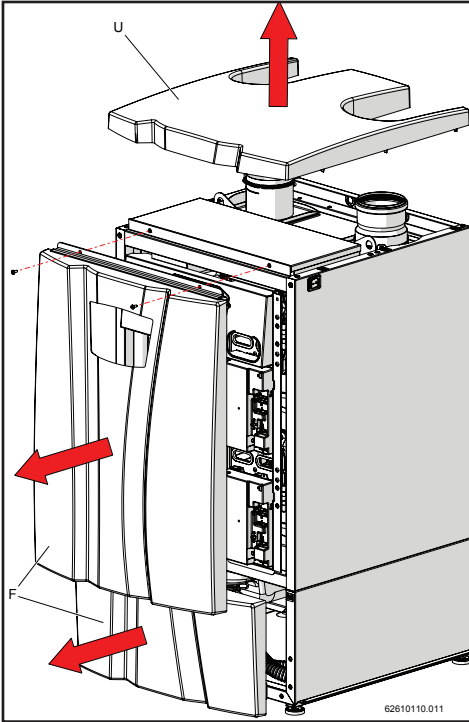

Figure 13-4
- 2.- Retirer les couvertures frontales inférieure et supérieure « F » et la couverture supérieure « U » de l'appareil, comme indiqué sur la figure 13-4.